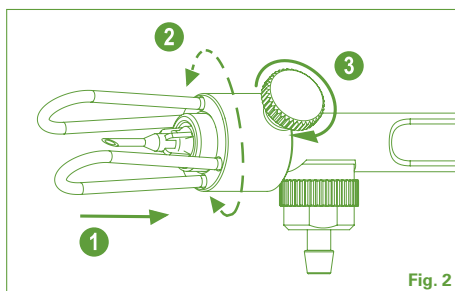

Fig. 2
2. Insert FishGuide™ until abutment, adjust position, softly tighten thumb screw (Fig. 2).
2. FishGuide™ bis zur Schnapp-Kupplung einfügen, Position einstellen, Rändelschraube leicht anziehen (Abb. 2).
2. Insérer le FishGuide™ jusqu'à la butée, régler la position, serrer gentiment l'écrou (Fig. 2).